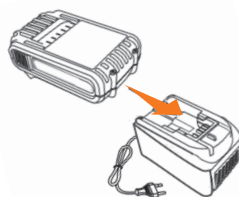

Рис. 3
- Включите в сеть зарядное устройство, при этом на нем загорится индикатор красного цвета. Вставьте аккумулятор в зарядное устройство (Рис. 3). Индикатор на зарядном устройстве будет моргать зеленым светом до полного заряда аккумулятора. После полной зарядки аккумулятора красный индикатор погаснет и загорится зеленый индикатор. В зависимости от емкости батареи зарядка длится 1–4 часа.